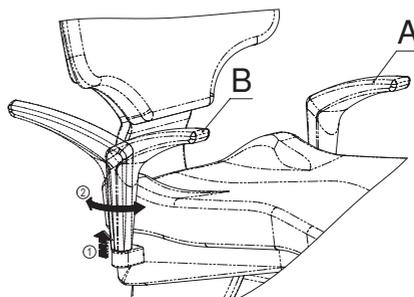

Fig. 23
Pour faire pivoter l'accoudoir optionnel (A), il doit être tiré vers le haut (maintenu dans son emplacement) jusqu'à ce que le mécanisme de rotation soit enclenché, permettant de le faire tourner jusqu'à ce qu'il atteigne la limite à laquelle il s'arrête. Pour remettre l'accoudoir à sa position initiale, il suffit de le tirer vers le haut et de le tourner vers l'intérieur jusqu'à ce qu'il se verrouille automatiquement (Fig. 23).